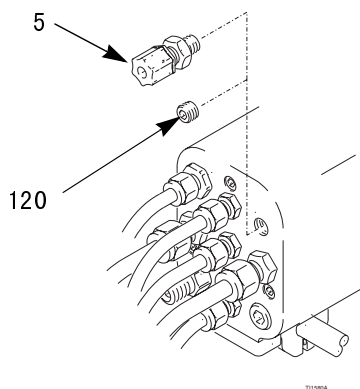

图 6: 光纤接头
1. 从光纤端口移除插头 (120)，并安装光纤接头 (5，与喷枪一起零散装运)。见图 6。